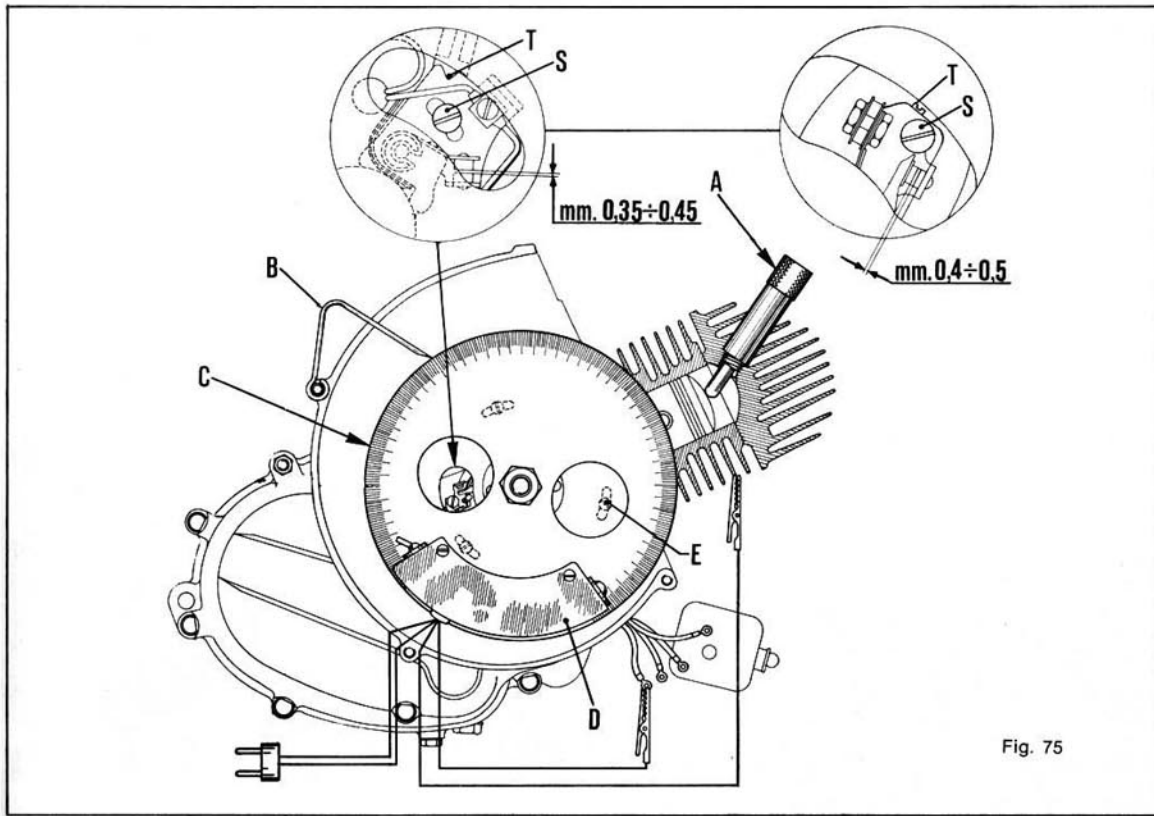

Fig. 75
Detailed description of timing operations valid for vehicles 50 R - 50 Special and 125 Primavera (Fig. 75).
- Slacken the screws "E" (fig. 75) securing the backplate on crankcase.
Descripción detallada de las operaciones para el calaje válidas para los modelos 50 R - 50 Special y 125 Primavera (Fig. 75).
- Aflojar los tornillos "E.", (fig. 75) de fijación estator al carter.